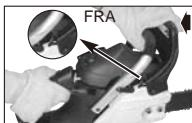

Fig. 7A
- KÆDEBREMSEN er FRAKOBLET (kæden kan flyttes), når BREMSEARMEN ER TRUKKET TILBAGE OG LÅST. Sørg for at kædebremselfansen står på FRA. (Fig. 7A)